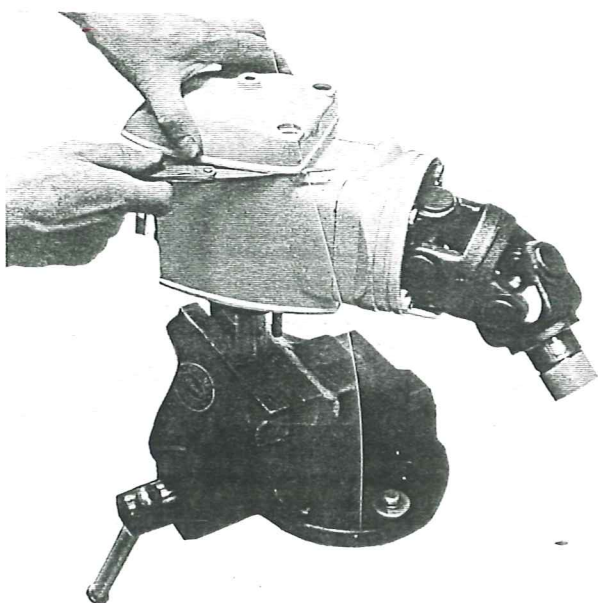

Fig. 21
1. Placera så mycket shims under locket att en spalt med max. 0,1 mm erhålles mellan lock och växelhhus. Lägga locket på plats och tryck det i rätt läge samt mät spalten med bladmått runt om. Se bild 21.
2. Stryk på tätningsmedel och placera tätningsringen (10) så att tätningen för främre högra skruven kommer i härför avsett urtag i locket samt lägg i uppmätta justermellanlägg och drag fast locket. Obs! Att den främre högra skruven är en hålskruv och att det skall ligga en O-ring under skallen. Åtdragningsmomentet för skruvarna, 1,4–1,7 kpm.